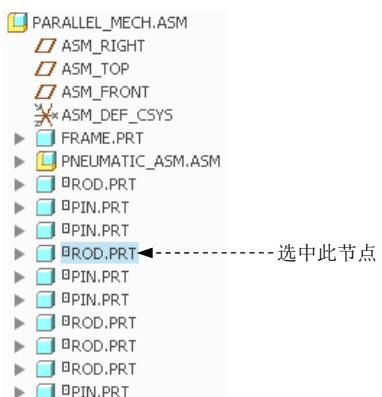

图 3.17.59 选取复制零件
Step1. 选取复制零件。在模型树中选中图 3.17.59 所示的“ROD.prt”节点。